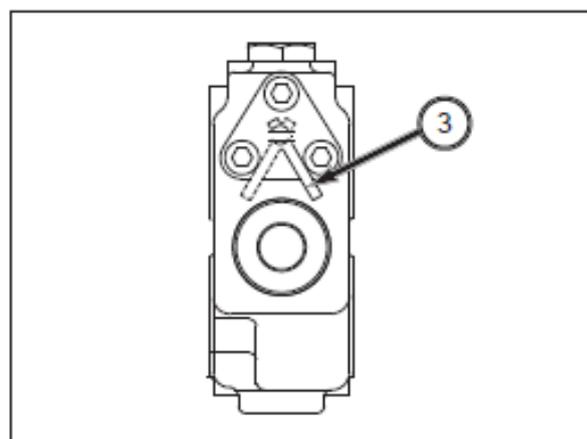

FIG. 72
FIG. 72: El selector de función (3) debe estar posicionado a la izquierda. El selector de función se sitúa en la parte trasera derecha del tractor, detrás de los distribuidores cilíndricos.